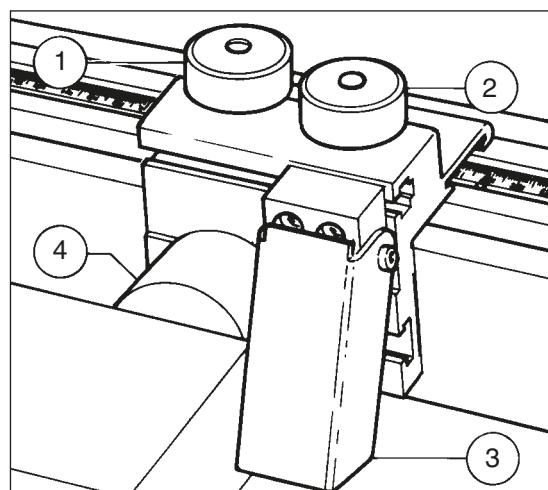

Fig.22
De aanslagbalk heeft 2 vrije wegklapbare aanslagen. De aanslag moet op de aanslagbalk geplaatst worden in functie van het werk dat men wil uitvoeren. Daarna moet de kartelschroef (fig.22,1) aangedraaid worden teneinde het lichaam van de aanslag tegen de balk zelf te drukken, en op die manier mogelijke speling tussen aanslag en balk vermijden door die een halve slag te draaien. Daarna de kartelschroef (fig.22,2).goed vastzetten om de aanslag vast op de aanslagbalk te bevestigen.
Het hout dat men wil bewerken moet goed tegen de aanslag (fig.22,4) en tegen de wegklapbare aanslag (3) gedrukt worden vooraleer het met de excentrische houtduwer vast te klemmen.
Als de kartelschroef (fig.22,1) niet vaststaat (altijd een halve slag in de ene of de andere richting) bestaat het risico een verschil te hebben tussen het eindstuk en de aanslag (die dezelfde dikte hebben), en dus een valse hoek te hebben, of dat het hout niet goed in lijn tegen aanslag en eindstuk zit.